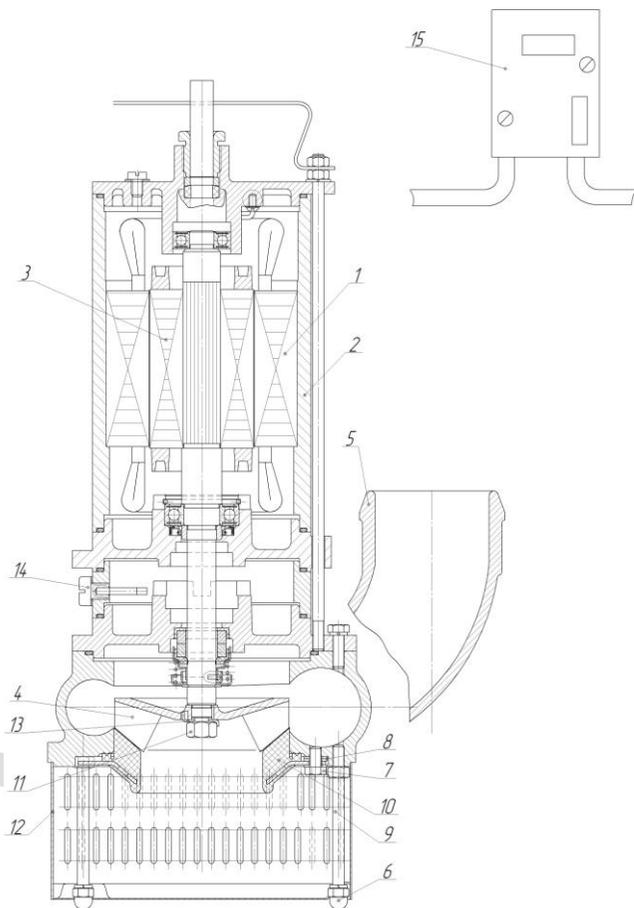

Рис. 1
4. УСТРОЙСТВО И ПРИНЦИП РАБОТЫ (Рис.1)
Примечание: автоматический выключатель типа ВА 101-3, либо аналогичный приобретается отдельно (Рис.1 поз.15).
СТАТОР (рис. 1, поз.1) – прессованный активный пакет железа, заключенный в гильзу (поз.2).
6.3. Проверить уровень масла. Для этого необходимо открутить пробку с щупом (рис.1 поз.14) и убедиться, что уровень масла находится не ниже риски.